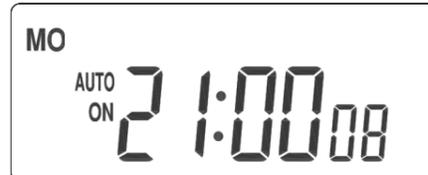

Fig. 9
3. Set **AUTO ON** status (Fig. 9)